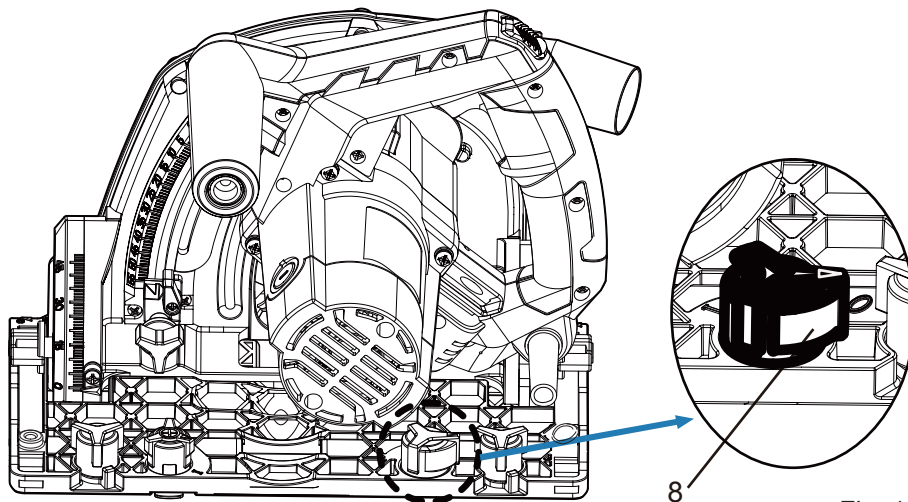

Fig. 19
Rode o manípulo anticontragolpe (8) para a posição '0' (antes de colocar a serra na calha). (Ver Fig. 19)